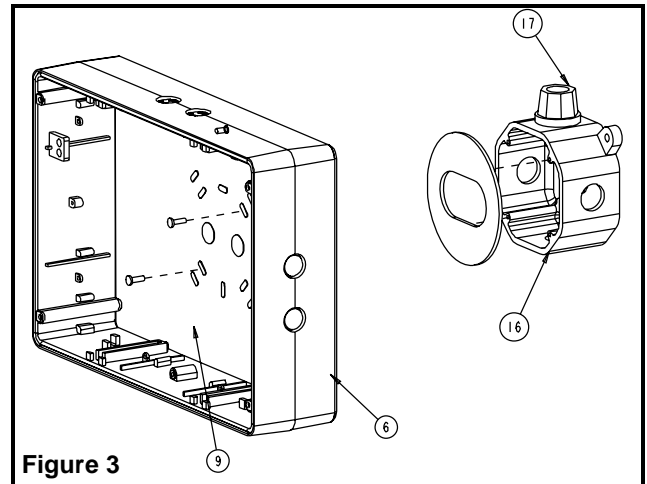

Figure 3
- b. Retirer la plaque arrière (9) de l'emballage. Choisir les trous défonçables appropriés au montage à une boîte de jonction (voir Figure 3).